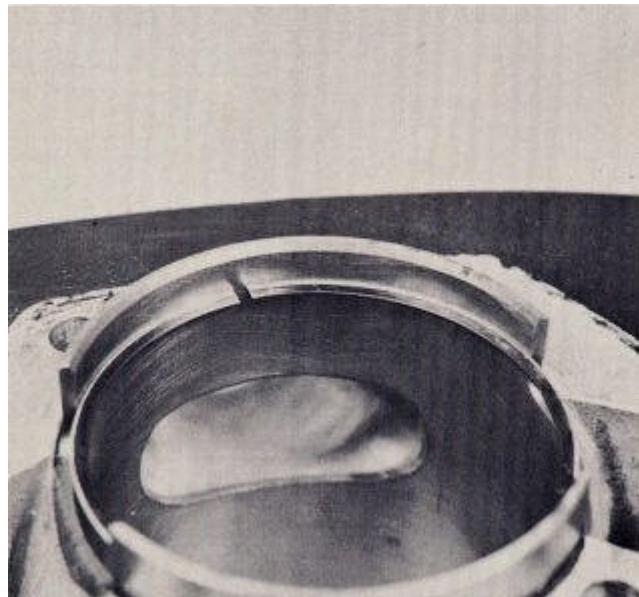
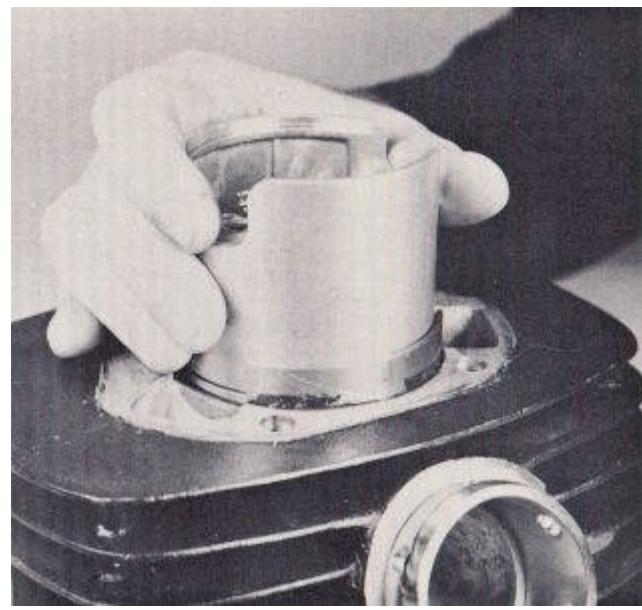

FIG. 66
FIG. 67
9. Limpieza a fondo de los anillos y el lugar uno de ellos dentro del cilindro, aproximadamente 1 / 2 pulgada hacia abajo desde la parte superior de la línea (Fig. 66). Tome el pistón y la inserta en la boca del cilindro hacia abajo hasta la parte superior del pistón golpea el anillo (Fig. 67). Entonces empuje el pistón hacia abajo otra 1 / 2 pulgada. Esto hará que el anillo se establece perfectamente en el cilindro. Quite el pistón y se mide la anchura del hueco en el